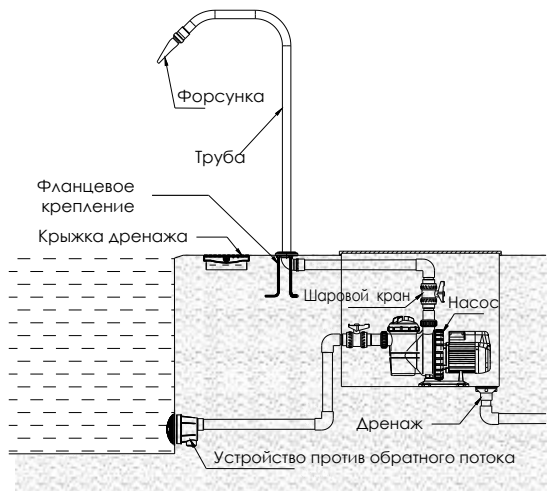

Рисунок 4
- 6) Установите шаровой кран для регулирования потока воды (Рисунок 4).
- 7) Установите насос и подключите его к электросети (Рисунок 4).